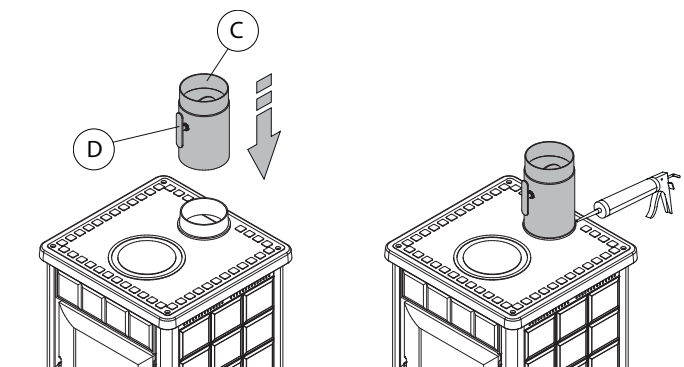

Fig. 6.2d
- installare il tubo valvola fumi **(C)** avendo cura che la maniglia di regolazione **(D)** sia rivolta anteriormente; sigillare con del siliconare per alta temperatura la valcola in corrispondenza del collare in ghisa (**Fig. 6.2d**).